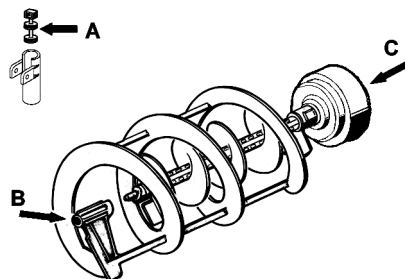

figura 13
- 2 Lubrificare il pistone rubinetto, il raschiatore interno e quello esterno (nei punti A, B e C indicati in figura 13) utilizzando esclusivamente il grasso fornito dal fabbricante o altro grasso per uso alimentare.